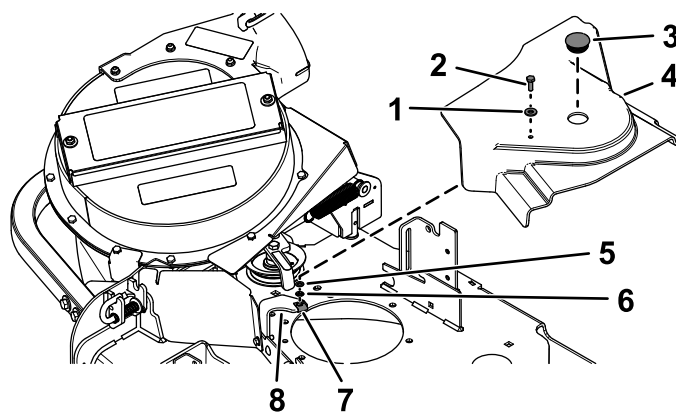

Figura 12
1. Coloque la arandela ($\frac{5}{16}$ " x $\frac{3}{4}$ " en el perno de cabeza hexagonal ($\frac{1}{4}$ " x $\frac{3}{4}$ "), como se muestra en la Figura 12.
2. Inserte el perno y la arandela a través del orificio de la parte superior de la cubierta de la correa, incluida en el Kit de soplador y transmisión original (Figura 12).
3. Desde debajo de la cubierta de la correa, monte la arandela ($\frac{1}{4}$ " x $\frac{1}{2}$ ") y el retenedor sobre las roscas del perno de cabeza hexagonal (Figura 12).
2. Alinee la cubierta de la correa con las muescas de las pestañas de la carcasa (Figura 12).
4. Sujete la cubierta de la correa al soporte de la cubierta con el perno de cabeza hexagonal (Figura 12).
5. Instale el tapón de plástico en la cubierta (Figura 12).